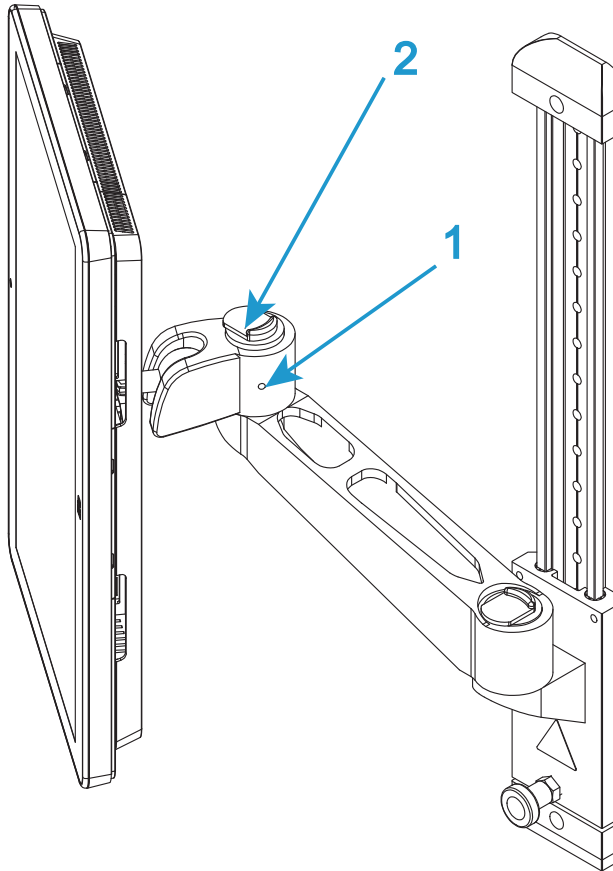
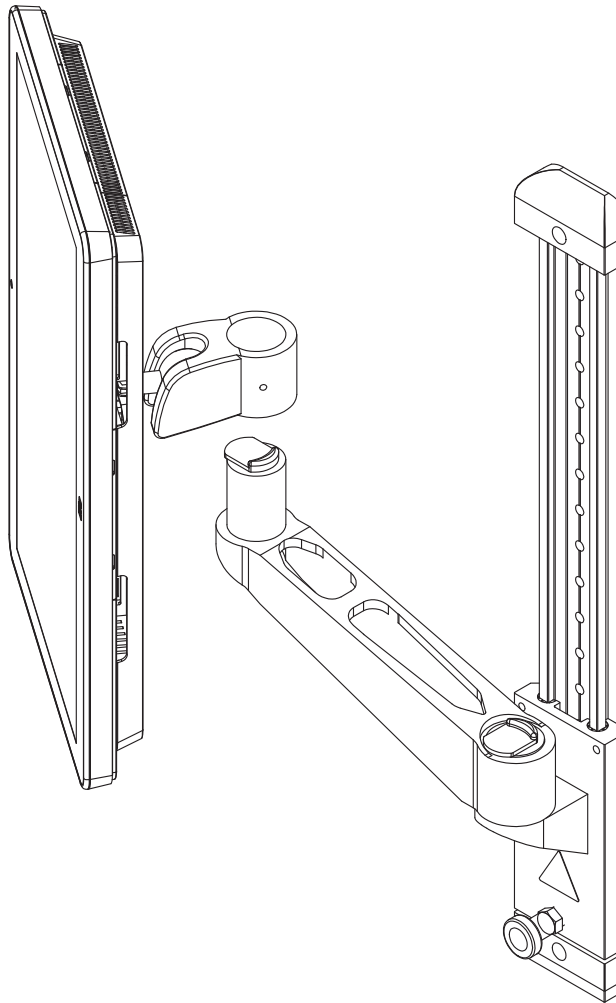

Figure 12. Bras de montage
Figure 13. Soulever pour enlever
3. Si nécessaire, desserrez la vis sur le côté du «coude» sur le bras de montage (1 dans la Figure 12 à la page 51).
4. Actionnez le mécanisme de libération sur le dessus du «coude» (2 dans la Figure 12 à la page 51) et soulevez le Tableau de bord de l'opérateur Bluehill® du bras de montage (Figure 13 à la page 52).